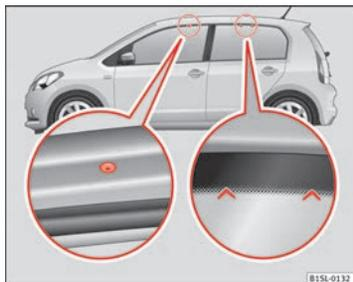

Fig. 70 Punti di fissaggio delle barre portacarico e del portapacchi sul tetto.
I fori per il fissaggio anteriore si trovano nella parte inferiore dei longheroni del tetto e sono chiusi da viti di plastica ⇒ fig. 70 (ingrandimento a sinistra). I fori si possono vedere solo con la porta aperta. I fori per il fissaggio nella parte posteriore si trovano nella parte superiore dei finestrini laterali posteriori ⇒ fig. 70 (ingrandimento a destra).
- Le barre portacarico devono essere fissate esclusivamente ai punti indicati nell'illustrazione ⇒ fig. 70.